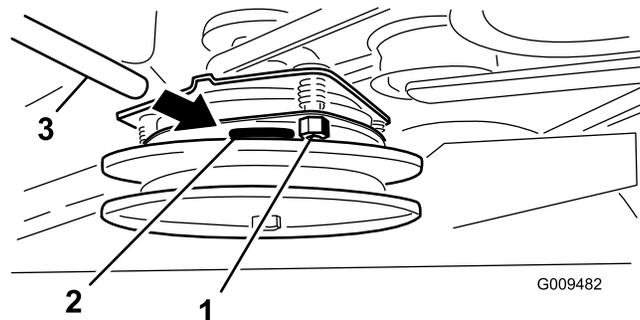

Рисунок 57
5. Затяните контргайки так, чтобы калибр был немного прижат, но его можно было легко перемещать в зазоре (Рисунок 57).